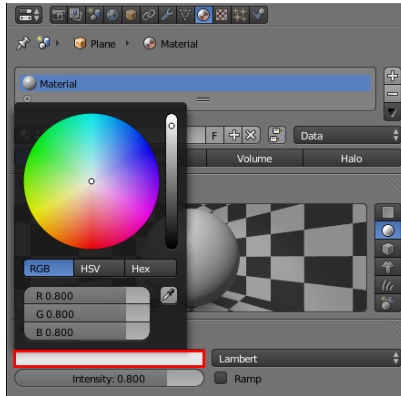

Abbildung 5: Ändern der Materialfarbe
- Ändern Sie bei Bedarf die Farbe des Materials, indem Sie auf das in Abbildung 5 markierte Feld klicken.